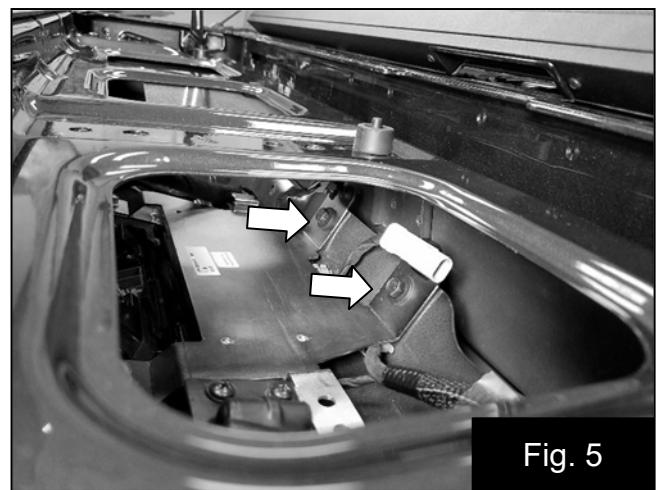

Fig. 5
- Installez le support de fixation de l'amplificateur par la droite de l'orifice central et fixez-le avec les boulons de la poignée du hayon et les deux boulons fournis. Fig. 5